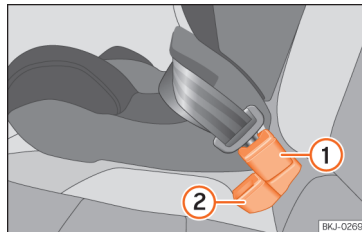

Fig. 40 Posição do fecho do cinto no banco traseiro
- Coloque o fecho do cinto do lugar central >>> Fig. 40 1 por trás do fecho do cinto do lugar lateral >>> Fig. 40 2.
- Engate a lingueta do cinto de segurança do lugar central no fecho do cinto do lugar central >>> Fig. 40 1 até ouvir o encaixe.
- Para que os cintos fiquem corretamente colocados, os fechos não devem estar torcidos >>> Fig. 40